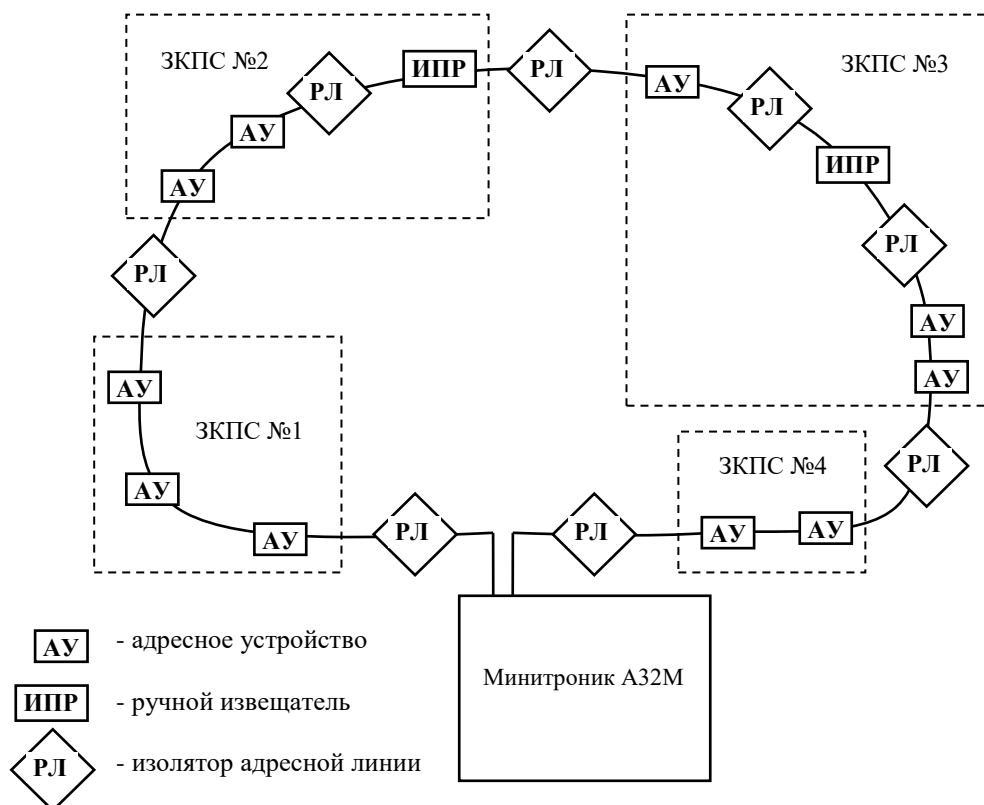

Рис. 6. Архитектура кольцевой адресной линии.
6.1.4. **Проложить адресную линию** кабелем UTP-1 или UT 505нг(А)-FRLS FE 180 1x2x0,5mm (0,2мм²) или 1x2x0,8mm (0,5мм²), UT 505нг(А)-FRHF FE 180 1x2x0,5mm по оптимальному маршруту так, чтобы максимальное удаление адресных устройств от любой из клемм АПКП по длине адресной линии не превышало допустимого значения, которое в зависимости от количества АУ составляет от 2 до 3 тысяч метров (см. рис.6).
6.2.1. АПКП обслуживает адресные линии, соединенные по кольцевой схеме и схеме с отвлениями (см. рис.6,7).